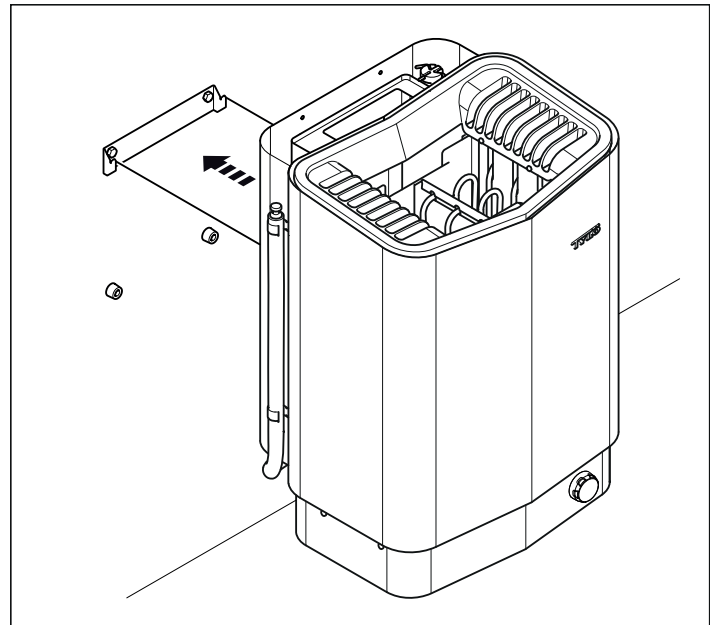

Рисунок 11: Навесьте нагреватель.
- Навесьте нагреватель на кронштейн (см. Рисунок 11).